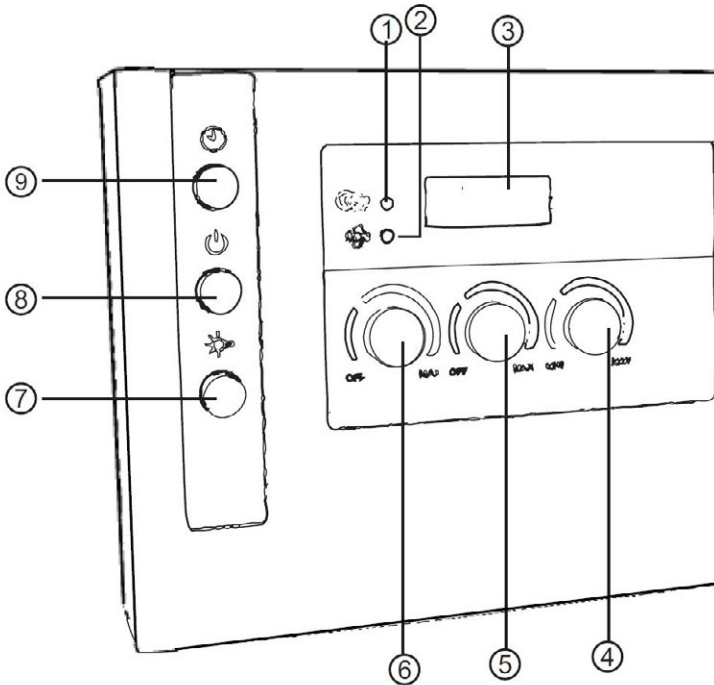

Abb. 6 Bedienelemente der Steuerung
1. Schalten Sie das Gerät durch betätigen der „Ein-/Aus-Taste“ (Abb. 6 / Pos. 8) ein. Am Display (Abb. 6 / Pos. 3) blinkt „00.00“.
1. Schalten Sie das Gerät durch betätigen der „Ein-/Aus-Taste“ (Abb. 6 / Pos. 8) aus. Das Display erlischt.
Das Betätigen der Taste (Abb. 6 / Pos. 7) schaltet die Beleuchtung der Saunakabine ein oder aus.
2. Die Vorwahlzeit-Taste (Abb. 6 / Pos. 9) für kurze Zeit (< 2 Sek.) betätigen.
3. Die Steuerung ist nun in Betrieb und schaltet den Ofen ein, am Display (Abb. 6 / Pos. 3) erscheint die Ist-Temperatur (am Fühler F2 gemessene Temperatur).
4. Die gewünschte Temperatur mit dem Regler (Abb. 6 / Pos. 4) einstellen.
Die Soll-Temperatur (eingestellte Temperatur) wird am Display (Abb. 6 / Pos. 3) angezeigt.
Wenn für eine Zeit von mehr als ca. 2 Sekunden der Regler (Abb. 6 / Pos. 4) nicht gedreht wird, erscheint am Display (Abb. 6 / Pos. 3) die Ist-Temperatur.
4. Die gewünschte Temperatur (in einem Bereich von 40 °C - 60 °C) mit dem Regler (Abb. 6 / Pos. 4) einstellen.
5. Die gewünschte Verdampferleistung mit dem Regler (Abb. 6 / Pos. 6) einstellen.
6. Die Verdampfereinheit kann durch Drehen des Reglers (Abb. 6 / Pos. 6) bis Stellung „Off“ ausgeschaltet werden.
2. Die Vorwahlzeit-Taste (Abb. 6 / Pos. 9) gedrückt halten.
3. Die gewünschte Temperatur mit dem Regler (Abb. 6 / Pos. 4) einstellen.
Wenn für eine Zeit von mehr als ca. 2 Sekunden der Regler (Abb. 6 / Pos. 4) nicht gedreht wird, erscheint am Display (Abb. 6 / Pos. 3) wieder die Vorwahlzeit.
4. Die Steuerung schaltet den Ofen nach Ablauf der Vorwahlzeit ein, am Display (Abb. 6 / Pos. 3) erscheint die Ist-Temperatur (am Fühler F2 gemessene Temperatur).
1. Drücken Sie kurz die Vorwahlzeit-Taste (Abb. 6 / Pos. 9).
3. Die gewünschte Temperatur (in einem Bereich von 40 °C - 60 °C) mit dem Regler (Abb. 6 / Pos. 4) einstellen.
4. Die gewünschte Verdampferleistung mit dem Regler (Abb. 6 / Pos. 6) einstellen.
5. Die Steuerung schaltet den Ofen und den Verdampfer nach Ablauf der Vorwahlzeit ein, am Display (Abb. 6 / Pos. 3) erscheint die Ist-Temperatur (am Fühler F2 gemessene Temperatur).
Die Verdampfereinheit kann durch Drehen des Reglers (Abb. 6 / Pos. 6) bis Stellung „Off“ ausgeschaltet werden.
Mit dem Drehregler (Abb. 6 / Pos. 5) kann der Lüfter in jeder Betriebsart eingeschalten werden. Wählen sie mit dem Drehregler die gewünschte Lüfterdrehzahl (10 % - 100 % / einstellbar in 10 % Schritten).
Drehen Sie den Drehregler (Abb. 6 / Pos. 5) bis zur Stellung „Off“.